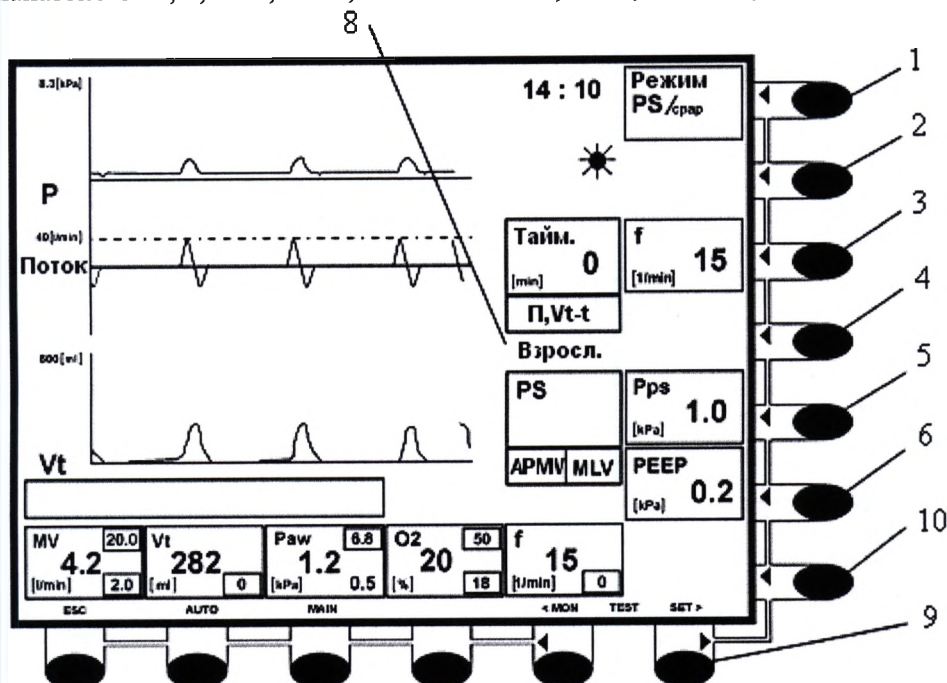

Рис. 34
1. – рис. 34 - 2х нажав кнопку «СЕТ», откроется второе субменю поля редактирования, которое отличается от первого субменю коричнево-оранжевым фоном доступных параметров.